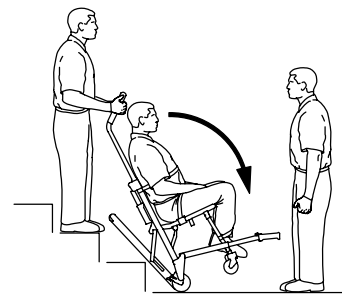

Afbeelding 11 – De passagier via de trap naar beneden vervoeren
8. Beide bedieners: Laat het systeem langs de trap naar beneden schuiven totdat de loopvlakken recht over de randen van twee of drie treden heen liggen (Afbeelding 11).